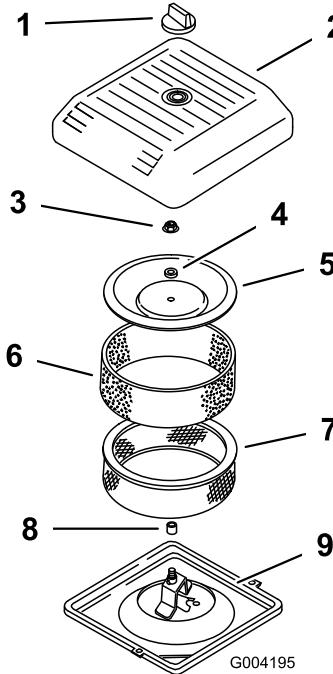

図 43
3. エアクリーナのカバーを固定しているノブを外し、カバーを取り出す(図 43)。
4. ペーパーエレメントについているスponジエレメントを注意深く外す(図 43)。
5. カバーナットを外し、カバー、スペーサ、ペーパーエレメントを外す(図 43)。
2. エアクリーナのベースにエアクリーナアセンブリを取り付ける（図 43）。
3. カバーとスペーサを元どおりに取り付け、ナットで固定する（図 43）。ナットを95inch-lb (1.0kg.m) にトルク締めする。
4. エアクリーナのカバーを元通りに取り付け、ノブで固定する（図 43）。